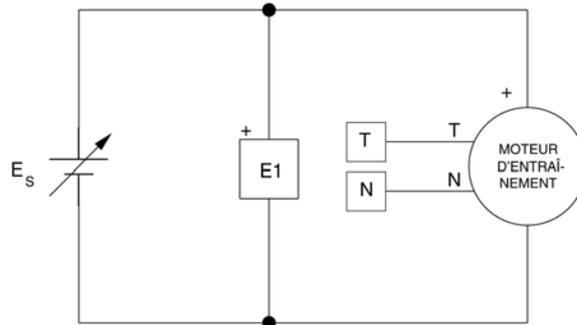

Figure 1-10. Circuit du moteur d'entraînement.
Dans la première partie de cette expérience, vous allez monter l'équipement dans le Poste de travail, le raccorder comme à la figure 1-10 et effectuer les réglages appropriés sur le module Moteur d'entraînement / Dynamomètre.
- 5. Montez le circuit illustré à la figure 1-10.